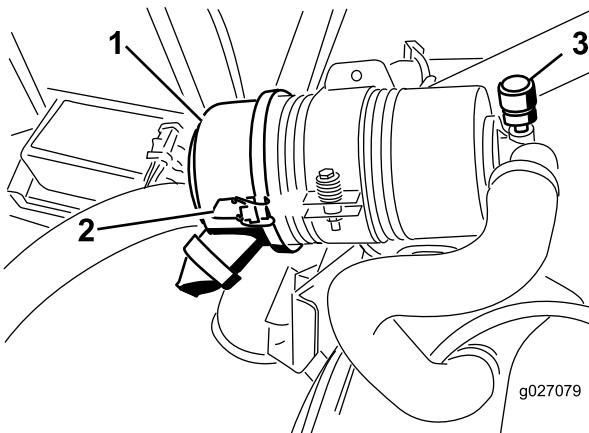

Figura 55
Faça a manutenção ao filtro de ar apenas quando o indicador de manutenção (Figura 55) o exigir. Mudar o filtro de ar antes de ser necessário apenas aumenta a possibilidade de entrar sujidade no motor quando retira o filtro.
- Liberte os trincos que fixam a cobertura do filtro de ar ao respetivo corpo (Figura 55).